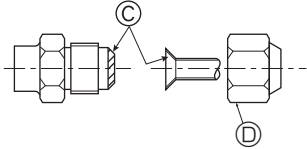

Fig. 4-7
- Ⓐ (Fig. 4-7)
- Ⓑ (Fig. 4-7)
4.4. Boruların bağlanması (Fig. 4-7)